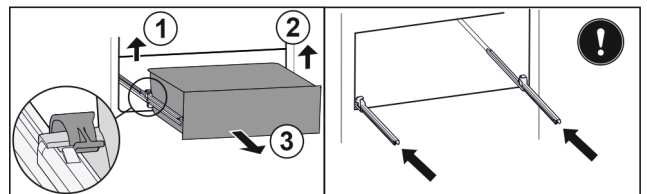

Fig. 137
- ▶ Dvignite levo spojko in hkrati povlecite predal levo naprej. Fig. 137 (1)
- ▶ Dvignite desno spojko in hkrati povlecite predal desno naprej. Fig. 137 (2)
- ▶ Predal vzemite ven v smeri naprej. Fig. 137 (3)